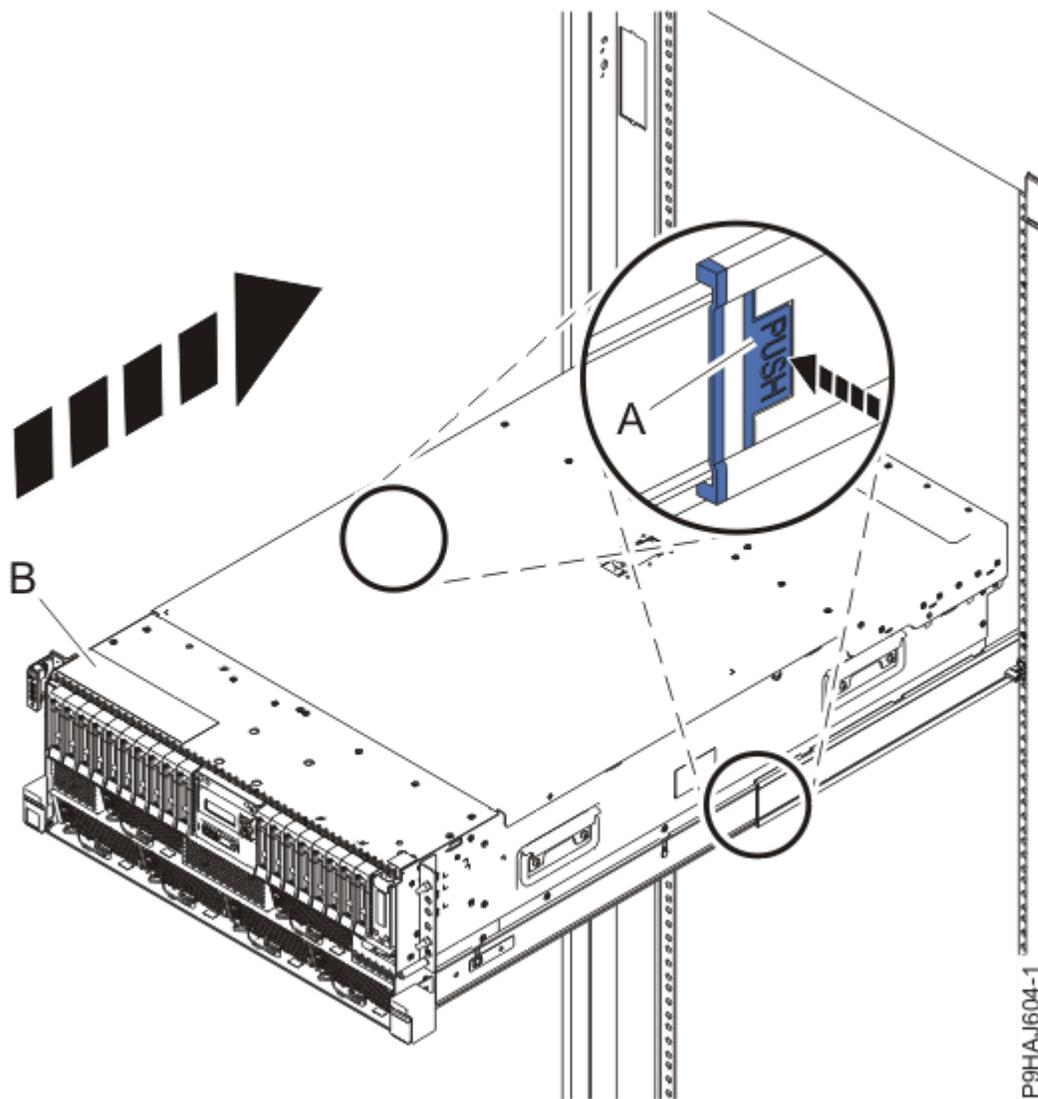

Figura 88. Colocación del sistema en la posición operativa
3. Para un sistema montado en bastidor, desbloquee los pestillos de seguridad de color azul de los rieles **(A)**, tal como se muestra en la Figura 88 en la página 93 presionándolos hacia dentro. Asegúrese de que los brazos portacables se pueden mover libremente. Asegúrese de que los cables de la parte posterior de la unidad no queden atrapados ni se enreden al empujar la unidad del sistema hacia la posición operativa.